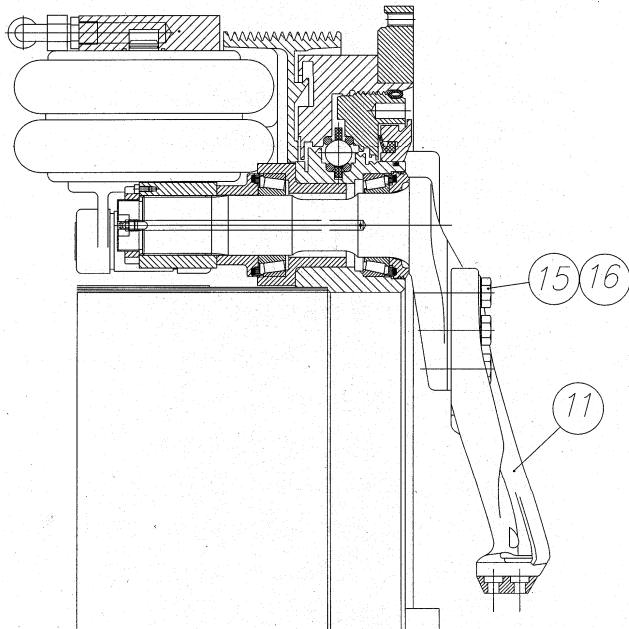

Bild 16.1.
Verktyget monteras på verktygsaxeln. De 3 skruvarna (15) med låsbricka (16) momentdras med 570 Nm (=57,0 kpm). Se bild 16.1.